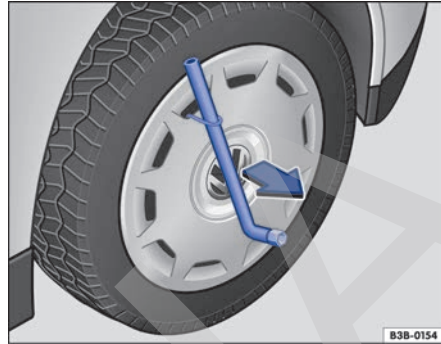

Fig. 174 Desmontar el tapacubos integral.
- Introduzca la llave de rueda por el gancho de alambre → fig. 174 y tire del tapacubos en el sentido de la flecha.